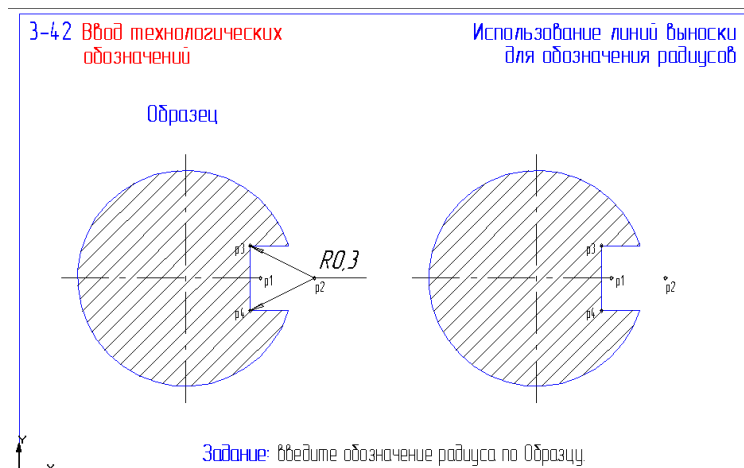

Рис. 55
49. Откройте файл фрагмента 3-42 (рис. 55).